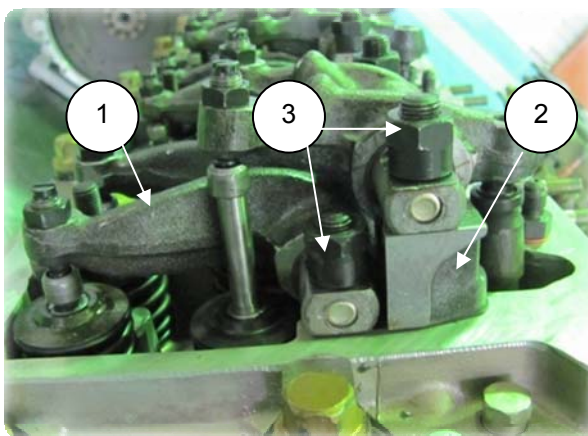

Рис. 6.51
4. Установить коромысла (1) (840.1007100) выпускных клапанов на шпильки головки цилиндров так, чтобы сфера шарового пальца была совмещена с наконечником штанги (рис. 6.51);
5. Установить стойки оси (2) (840.1007106) коромысел впускных клапанов на головки цилиндров так, чтобы установочные штифты стойки оси вошли в отверстия головки (рис. 6.51);
6. Навернуть гайки М12 (3) крепления осей коромысел впускных и выпускных клапанов на шпильки на 2-3 нитки от руки (рис. 6.51);